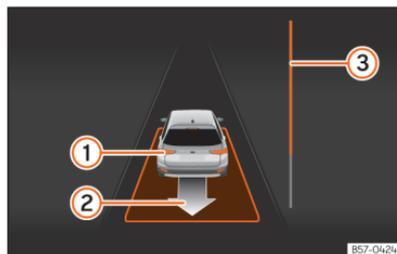

Fig. 130 No ecrã do painel de instrumentos: sair do estacionamento de um lugar em paralelo.
- Retroceda até soar o sinal contínuo do ParkPilot; **OU:** faça marcha-atrás até aparecer a indicação de fazer marcha à frente no ecrã do painel de instrumentos. A barra de progresso **>>> Fig. 130 ③** indica a distância a percorrer.